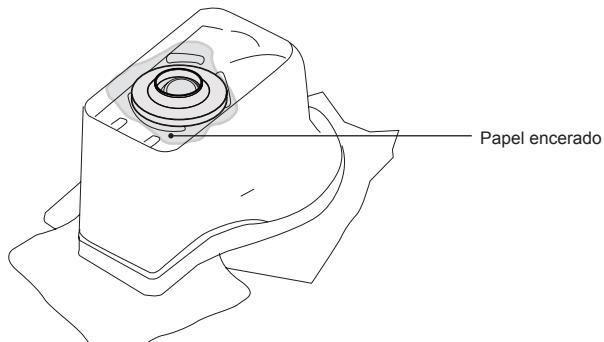

Figura 4
- 3 Coloque un pedazo de papel encerado sobre el anillo de cera y pulse el anillo de cera firmemente en su lugar (Figura 4).